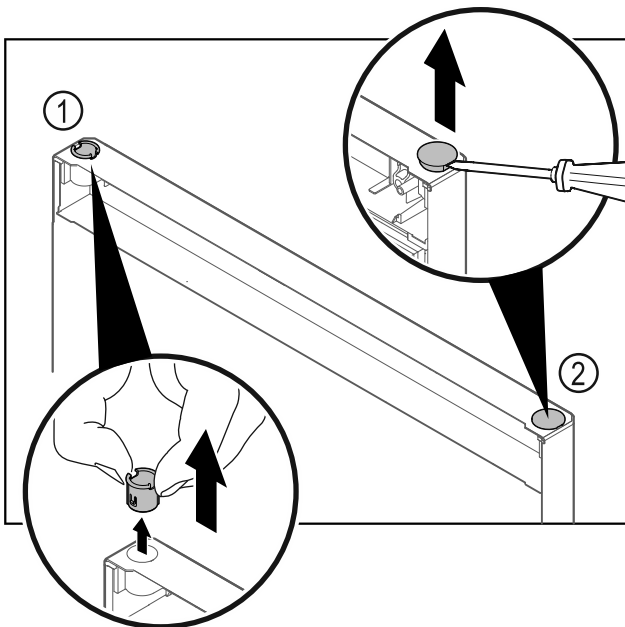

Fig. 27
- Витягніть шарнірну втулку Fig. 27 (1) пальцями.
- За допомогою шліцевої викрутки обережно підніміть заглишку Fig. 27 (2) та витягніть її.